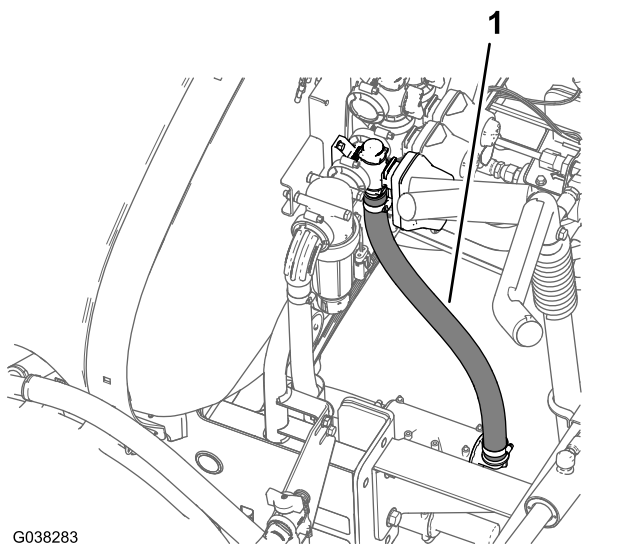

Рисунок 65
2. Проложите возвратный шланг вниз и в сторону тройника, расположенного ближе к внутренней части машины относительно клапана сброса давления, как показано на Рисунок 65.